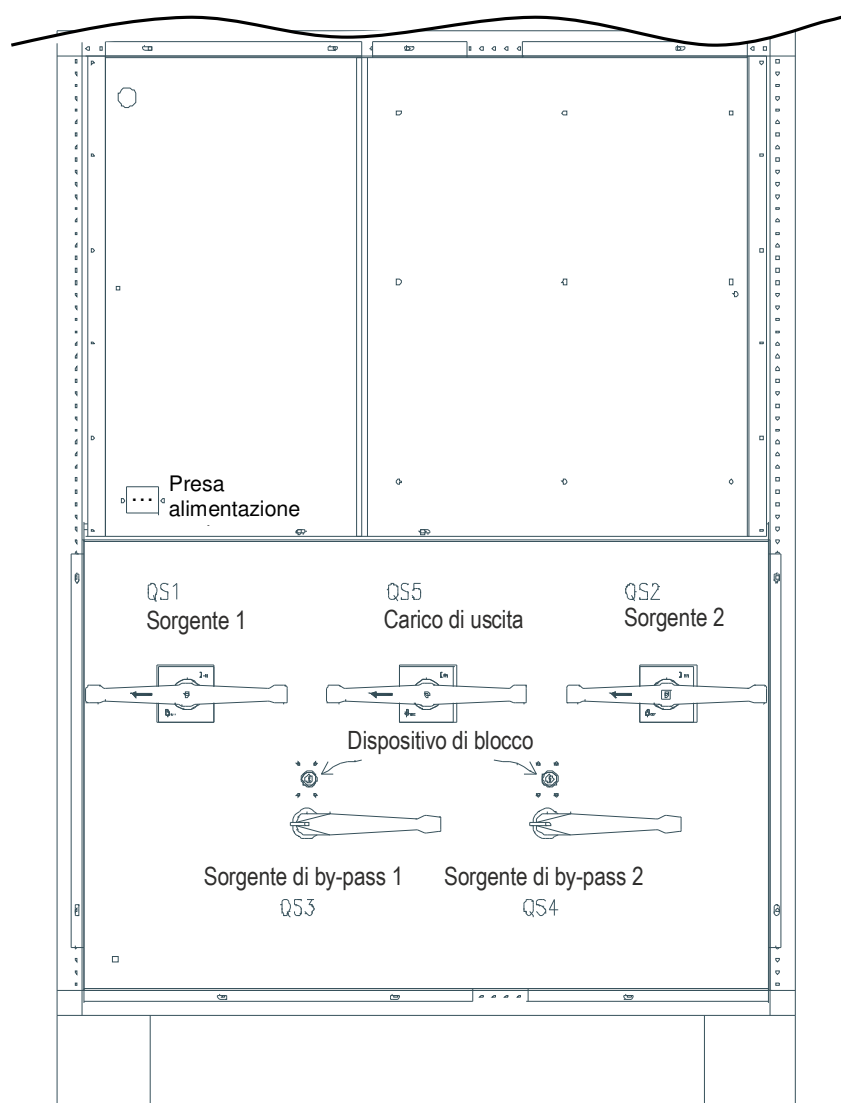
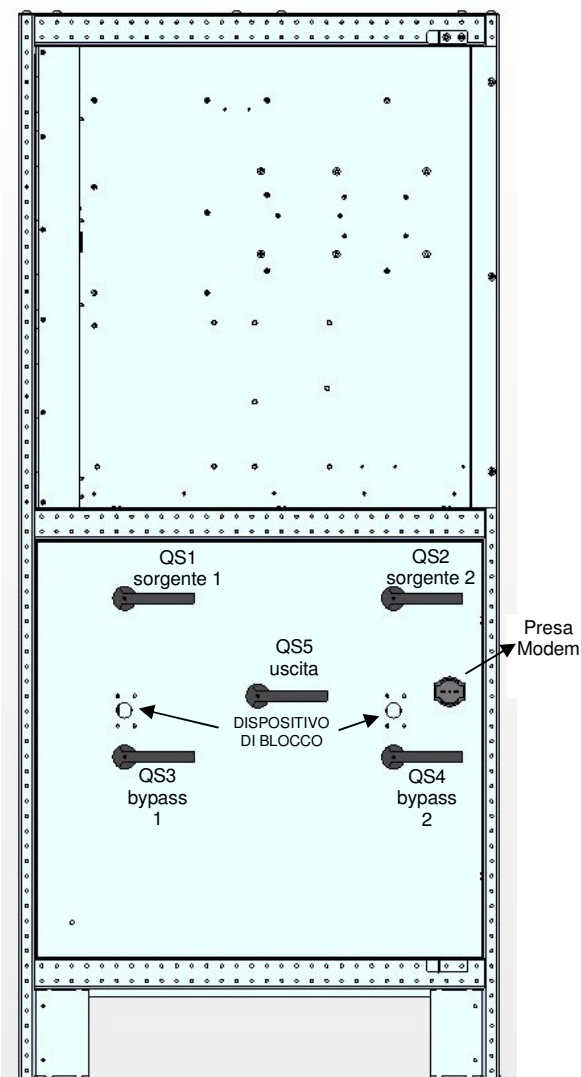
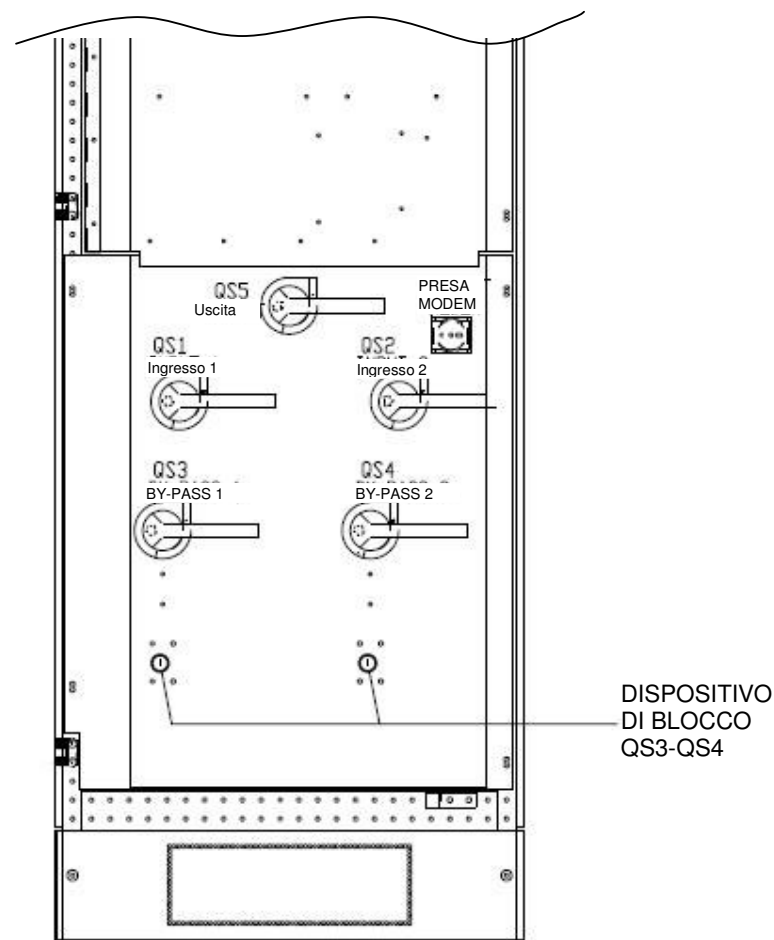

Fig. 18 – Componenti commutatore – Taglie 600/800A
Fig. 17 - Componenti commutatore – Taglia 400A
Fig. 16 – Componenti commutatore – Taglia 160/250A
CROSS è dotato di due sezionatori di by-pass (QS3 e QS4), uno per ciascuna sorgente di ingresso (vedi Fig. 16 per le taglie 160/250A, Fig. 17 per la taglia 400A e Fig. 18 per la taglia 600/800A) per eseguire una corretta manutenzione sull'apparecchiatura. Per evitare l'uso concomitante di due sorgenti indipendenti, un sistema di asservimento meccanico impedisce l'attivazione contemporanea dei due interruttori. Il dispositivo di blocco prevede l'utilizzo di **una chiave singola\*** che consente di accendere un solo interruttore. Anzi, quando si accende uno dei due sezionatori di by-pass, la chiave non può essere rimossa ed è quindi impossibile accendere l'altro interruttore. Per accendere uno dei due sezionatori di by-pass procedere nel modo seguente:
- Verificare che gli interruttori "utenze" siano posizionati su **OFF (0)**.
- Verificare che gli interruttori di CROSS **QS1, QS2, QS3, QS4 e QS5** siano posizionati su **OFF (0)** (vedi Fig. 16 per le taglie 160/250A, Fig. 17 per la taglia 400A e Fig. 18 per la taglia 600/800A)